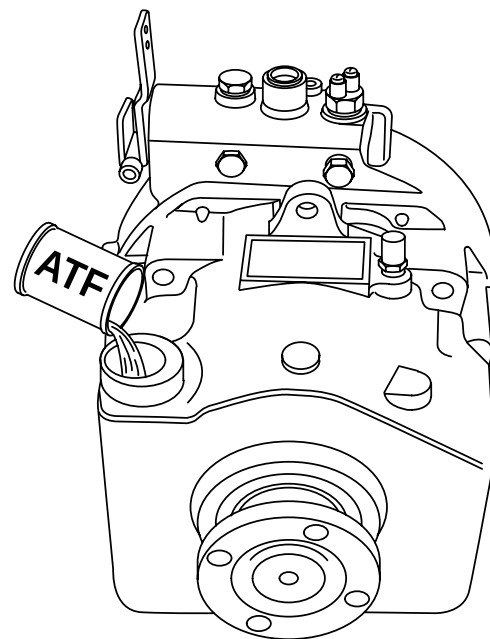

Fig. V-5
2.4.1 Fill with the following quantities of Automatic Transmission Fluid (ATF), and add the amount required for cooler and pipelines (fig. V-5 / fig. V-6).
2.4.1 Riempire con olio per cambi automatici ATF rispettando le quantità sotto indicate; aggiungere la quantità necessaria per il riempimento dello scambiatore di calore e dei relativi tubi di raccordo (fig. V-5 / fig. V-6).
2.4.1 Remplir avec les quantités suivantes d'huile ATF, et ajouter la quantité requise pour le refroidisseur et ses canalisations (fig. V-5 fig. V-6).
2.4.1 Füllen Sie das Getriebe bis zur Max.-Markierung mit ATF-Getriebeöl (Automatic Transmission Fluid) plus der Menge, die für Ölkühler und Leitungen benötigt wird (Bild V-5 / Bild V-6).